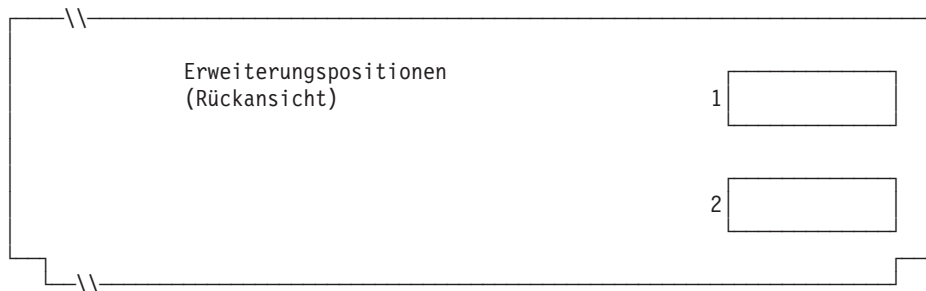

Abbildung 91. Rückseite der Kombination Handelscomputer/Datenkasse IBM 4694-1x4/205
4. In Abb. 91 jede Erweiterungsposition, in der ein Dual-Asynchronadapter **zur Benutzung durch die Kassenprogramme** installiert ist, mit einem X kennzeichnen. Sind die Adapter zur Benutzung durch andere Anwendungen (als die Kassenprogramme) vorgesehen, keine Kennzeichnung vornehmen.